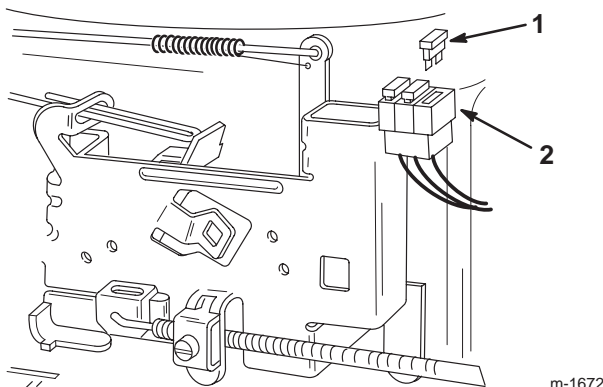

Bild 27
1. Ziehen Sie die Sicherung zum Austauschen nach oben (Bild 27), um sie aus der Fassung zu entfernen.